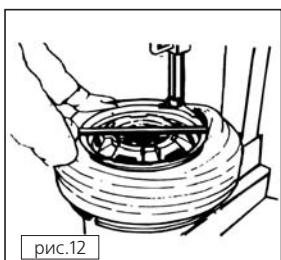

рис.12
4. Подцепите борт шины на монтажную головку с помощью монтажной лопатки и нажмите педаль 8 (на рис.1 – 8, на рис.2 – 2), чтобы привести стол во вращение по часовой стрелке. Дождитесь полного отделения борта (**рис.12**). Рекомендуется помещать монтажную головку примерно в 10мм справа от воздушного клапана камеры (если таковая имеется), чтобы не повредить камеру.